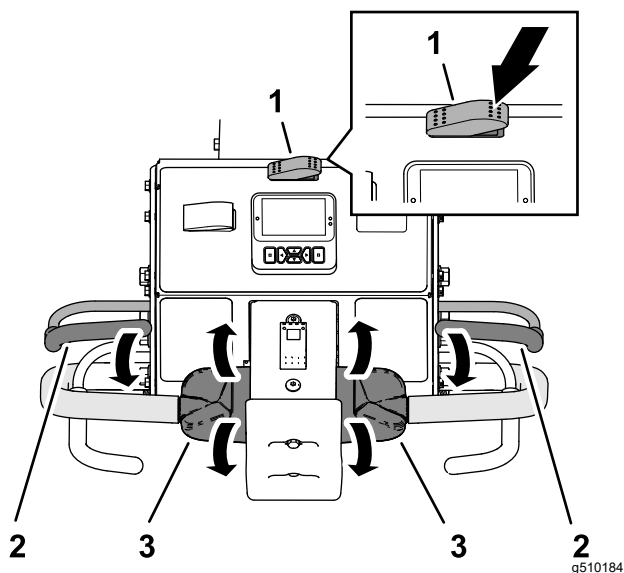

Figura 80
3. Coloque o lado direito do interruptor de transporte/arejamento na posição AERATE (**Figura 80**).
5. Agarre a barra de ligação do lado esquerdo ou direito e a pega de presença do operador (**Figura 80**), e aperte a pega da barra.